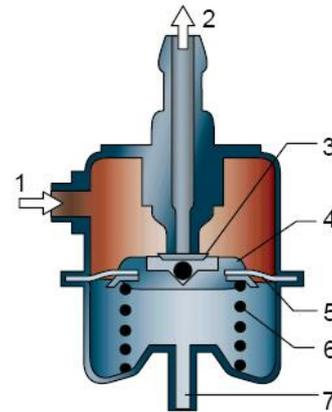

Figura 3. Regulador de pressão
Conforme se pode ver na figura 3, o regulador de pressão têm uma entrada de combustível (1), têm uma saída de retorno (2), e uma conexão para o colector de admissão (7).